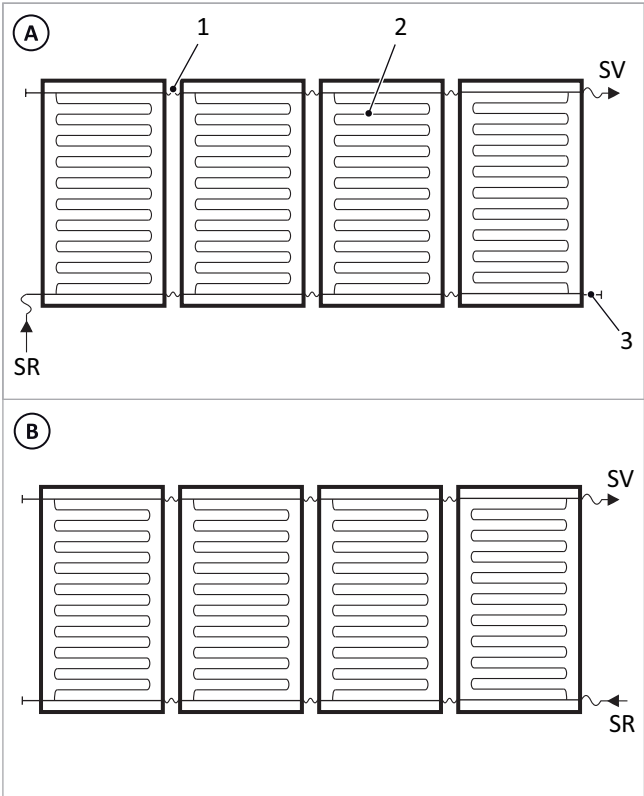

Fig. 9: conexión alterna para 1-9 captadores (A), conexión unilateral para baterías de hasta 6 captadores (B)
Los colectores instalados en fila se conectan automáticamente en paralelo con el meandro de distribución, por lo que son posibles filas de hasta 9 colectores. La conexión se realiza preferentemente en diagonal: abajo a la derecha - arriba a la izquierda o abajo a la izquierda - arriba a la derecha → Fig. 9 (A). Las conexiones no utilizadas se cierran con tapones ciegos.
Es posible una conexión unilateral con un máximo de 6 colectores → Fig. 9 (B).
- Tenga en cuenta la orientación del primer y del último colector de la fila. El lado largo marcado con una nota debe mirar siempre hacia fuera (véase → Fig. 9 (A) y Fig. 10). Para ello, gire el colector 180° si es necesario. Los colectores montados dentro de una fila pueden orientarse en cualquier dirección.